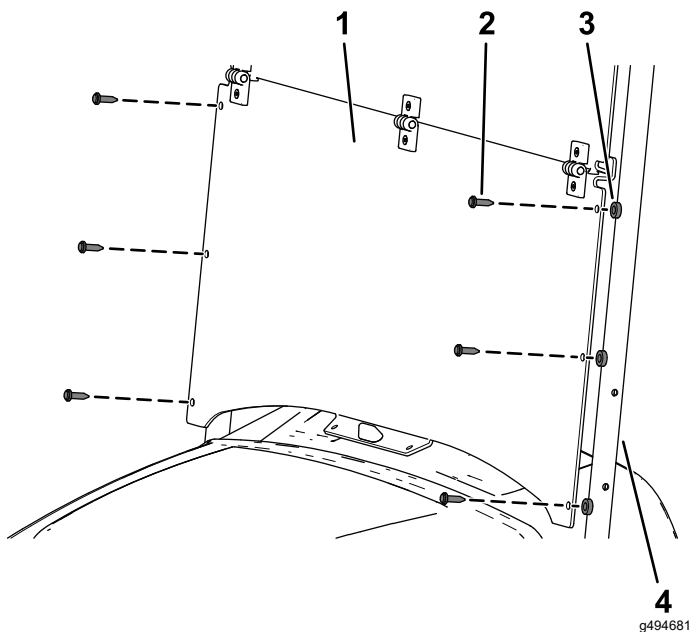

図 8
3. ウインドシールドの下部の穴を日よけサポートチューブの穴に合わせる図8
4. ウインドシールドの左右を日よけサポートチューブに固定するプラスチック製スペーサ6個と長いプラスチック製リベット6本を使用する図8。